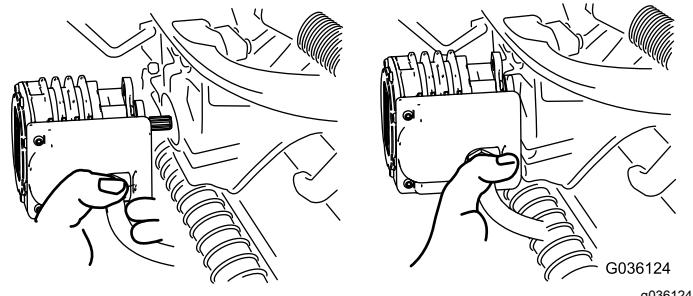

Рисунок 53
4. Переместите электродвигатель на место хранения на передней стороне рычага подвески (Рисунок 53).